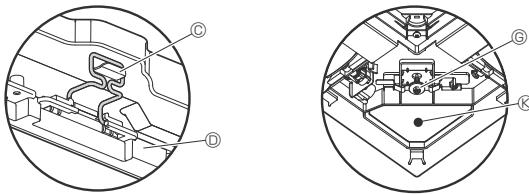

Fig. 9-7
- Αφού σφίξετε τη βίδα, επιβεβαιώστε ότι τα δύο άγκιστρα της γρίλιας (Fig. 9-7) έχουν μανδαλώσει στα άγκιστρα της κύριας μονάδας.